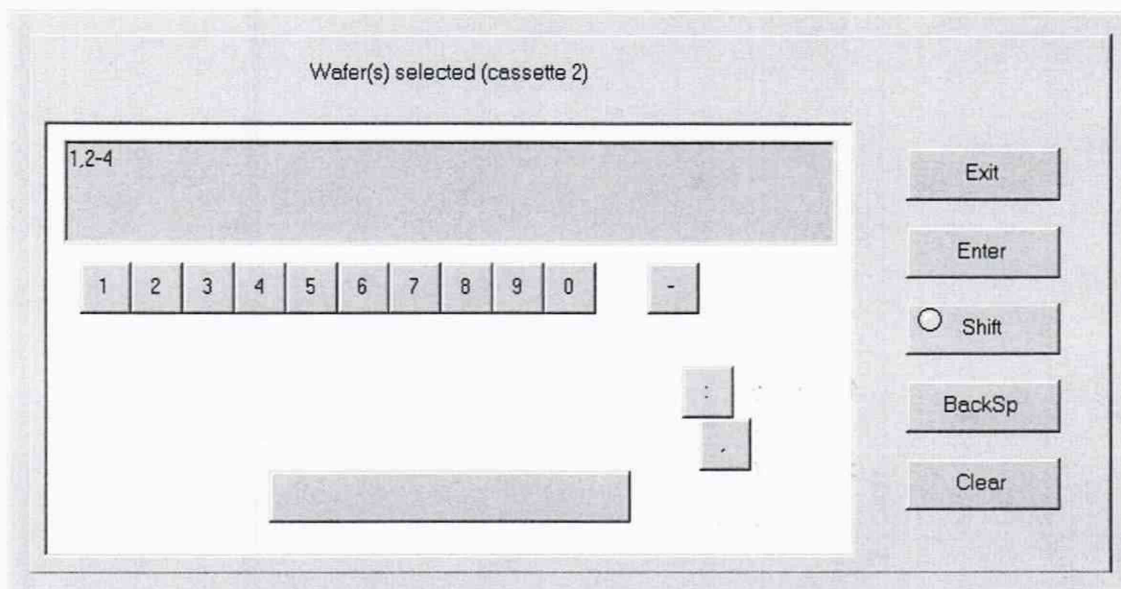

Рисунок 11
8.7.9 В строку Wafer(s) selected (Cassette 2) введите номера измеряемых пластин (рисунок 11).
2. Если был выбран ошибочно паз без пластины, в первой колонке появится красный крест (например, для паза 12) (рисунок 11).